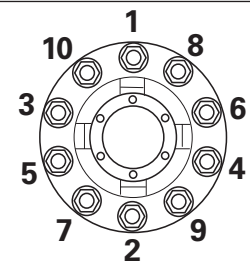

Figure 22
8. Installez les écrous de roue restants et, comme illustré, serrez tous les écrous à 50 lb-pi, puis resserrez-les à 450 à 500 lb-pi (Voir les figures 22 et 23). La dernière rotation de l'écrou doit être effectuée à l'aide d'une clé dynamométrique.